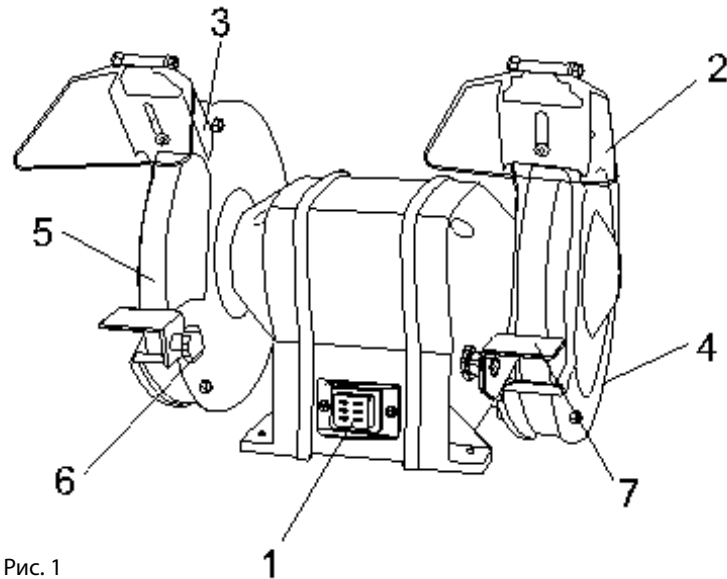

Рис. 1
- Специальные опоры 7 (Рис. 1) должны быть, как можно ближе расположены к точильному диску. Максимальное расстояние между опорой и точильным диском не должно превышать 3 мм.